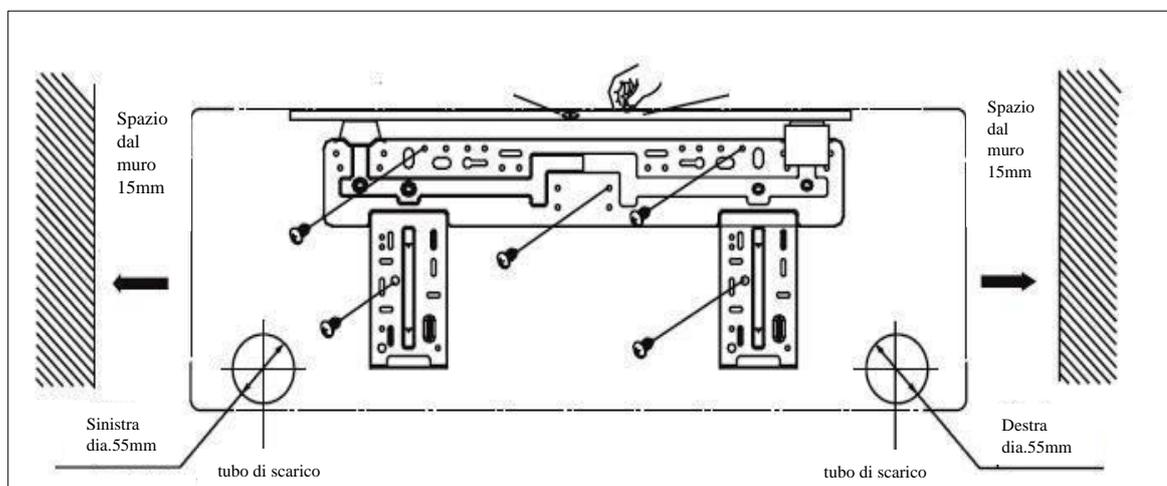

Figura 6 – montaggio dima
- Fissare la dima utilizzando viti e tasselli adeguati alla tipologia di parete ed inserendoli negli appositi fori (figura 6).